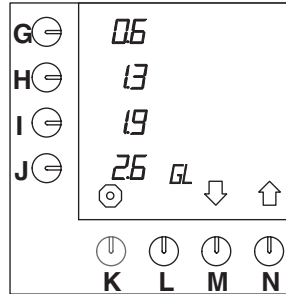

Fig. 39 Réglage des touches de présélection pour les gallons
- Appuyez sur la touche de sélection (N.)↑ jusqu'à ce que la fig.39 s'affiche sur l'écran de contrôle.